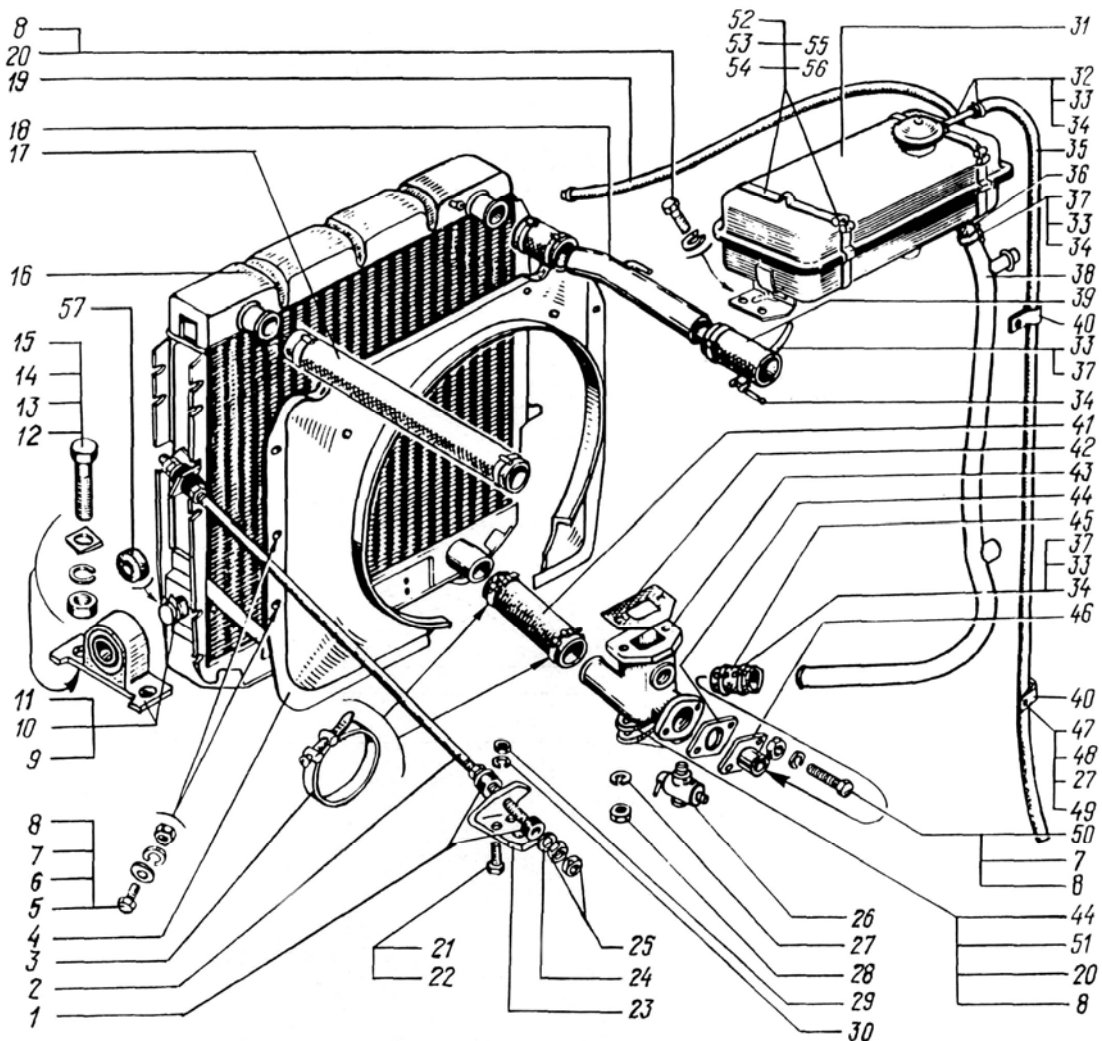

Рис.7. Радиатор с кожухом и расширительным бачком:
**Система охлаждения двигателя** (рис.7) включает в себя радиатор 16, кожух вентилятора 4, расширительный бачок 31, соединительные патрубки и шланги.